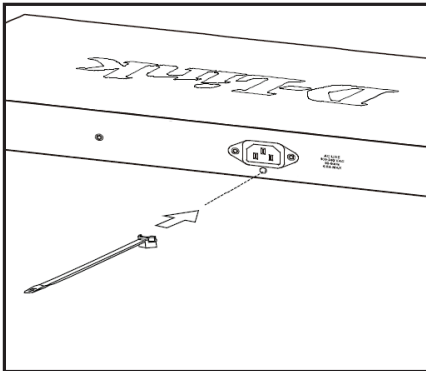

Abbildung 7. Kabelbinder einstecken
1. Stecken Sie den Kabelbinder mit der rauen Seite nach unten in das Loch unterhalb der Stromanschlussbuchse. Siehe **Abbildung 7**.